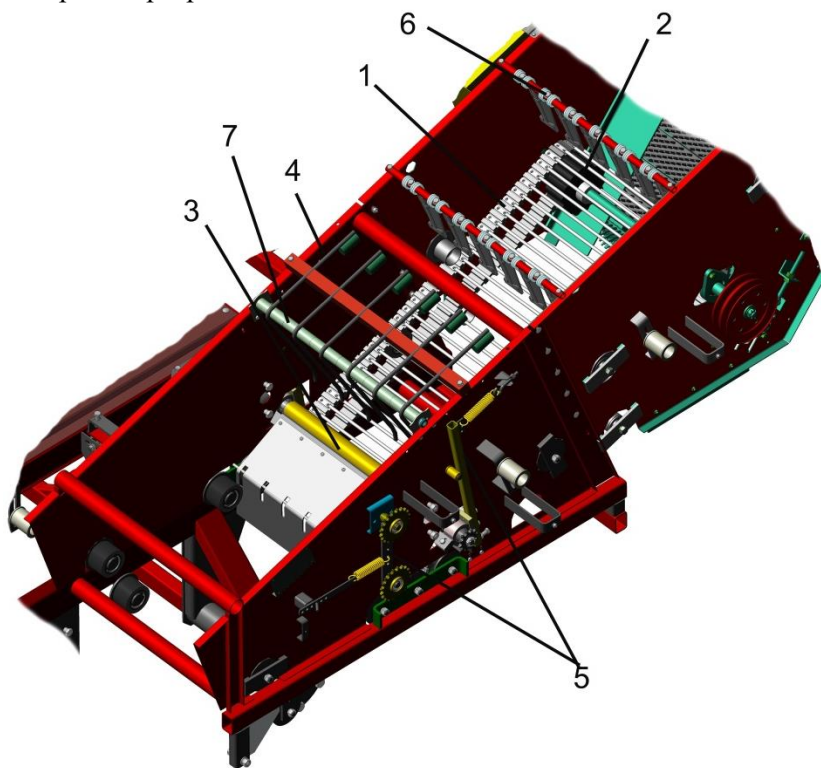

Рисунок 4 – Средняя часть
3.3 Второй сепарирующий транспортер представляет собой наклонный транспортер пруткового типа 1 (рисунок 4). Прутки закреплены заклепками на двух ремнях с высокими выступами с шагом 40 мм. Сепарация выкопанной картофельной массы происходит за счет большой площади транспортера.